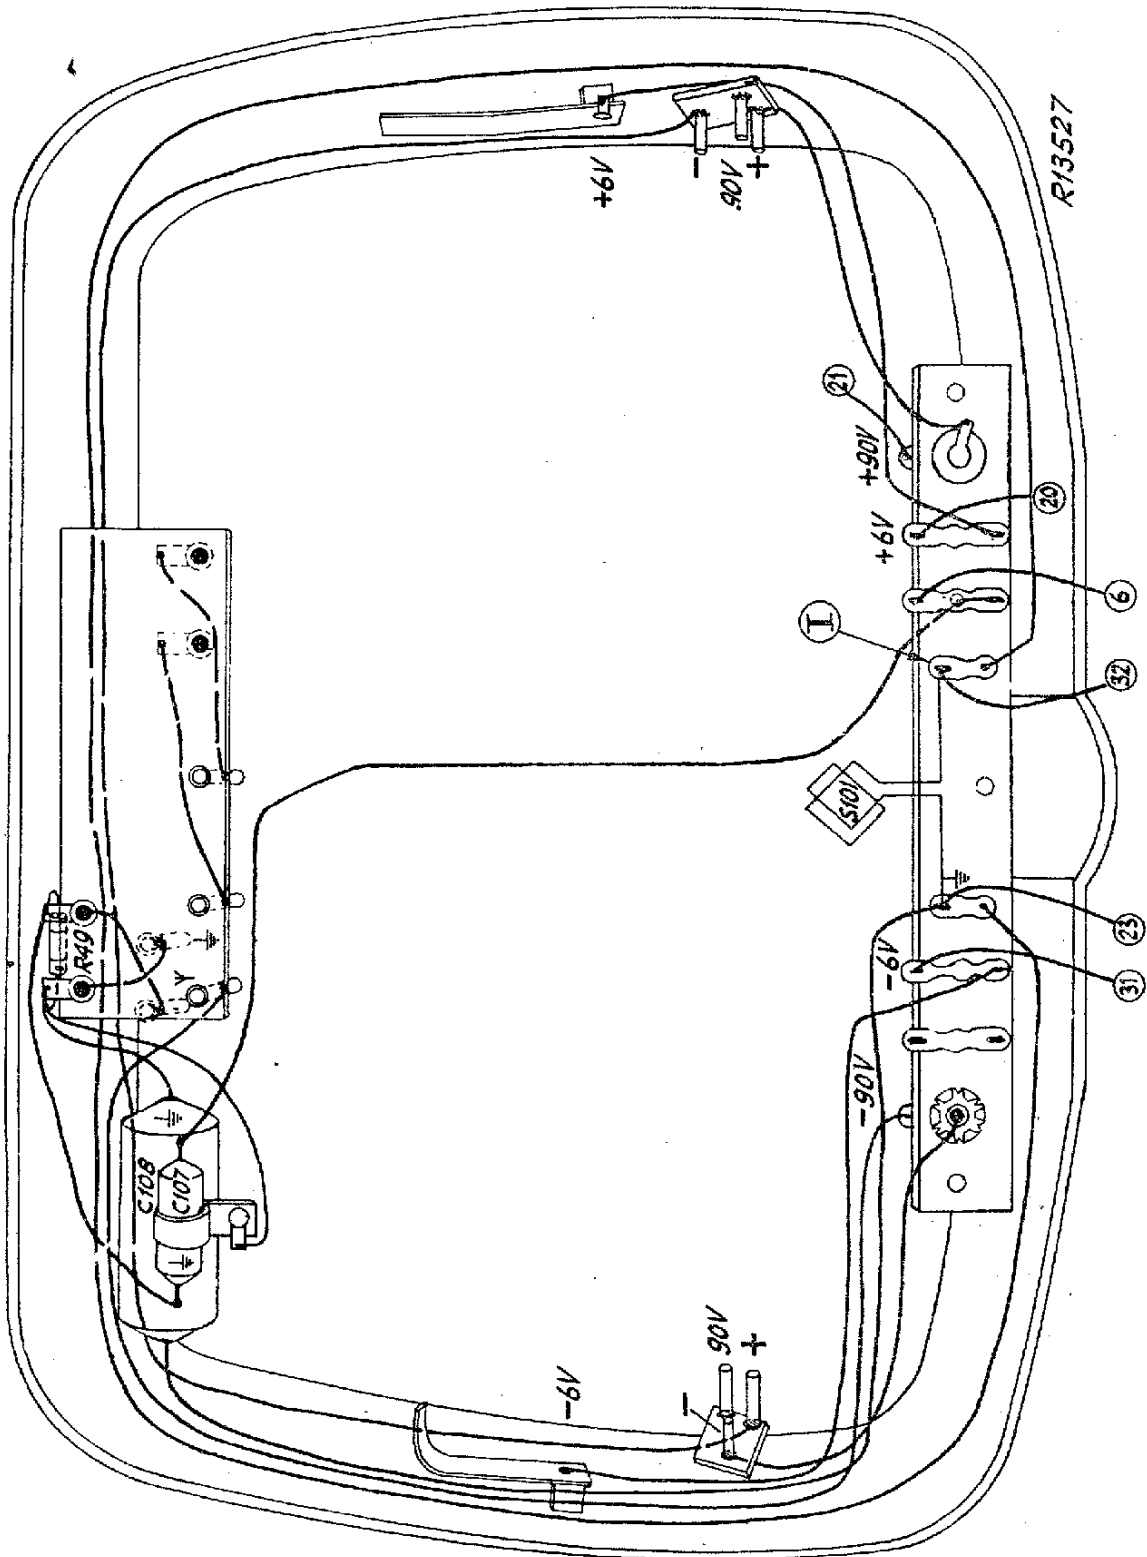

Fig.6
4. De gloeidraadverbinding van de - 6 V contactveer is in de deksel omgelegd (zie fig.6).